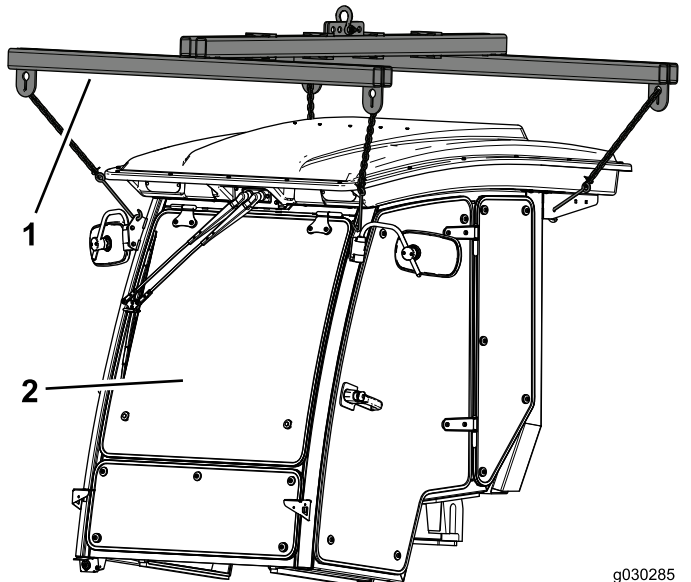

Bild 16
1. Stützen Sie die Kabine mit dem Kabinenflaschenzug von Toro oder einer ähnlichen Vorrichtung ab (Bild 16).